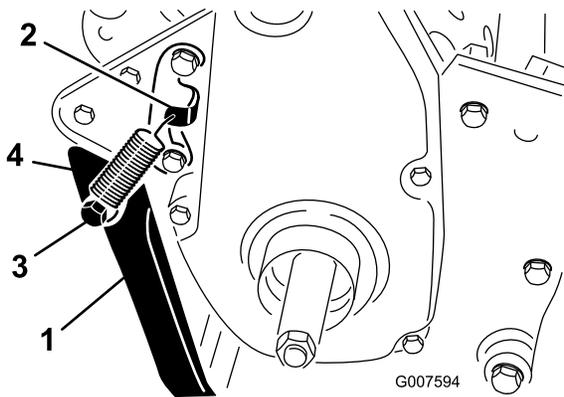

Figure 6
2. Accrochez le ressort au trou de la patte d'accrochage du ressort et au goujon, et alignez les trous de montage de la béquille sur ceux du bâti arrière (Figure 6).
- 3. Montez la béquille de chaque côté du bâti à l'aide d'un boulon, d'une rondelle-frein, d'une entretoise, d'une rondelle plate et d'un contre-écrou (Figure 6). Placez l'entretoise dans le trou de montage de la béquille.